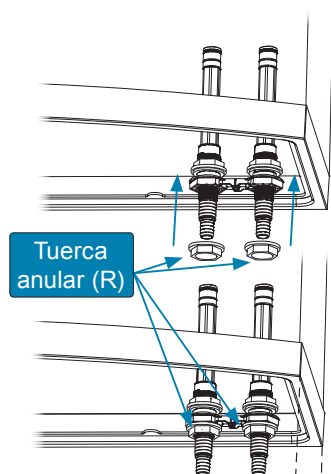
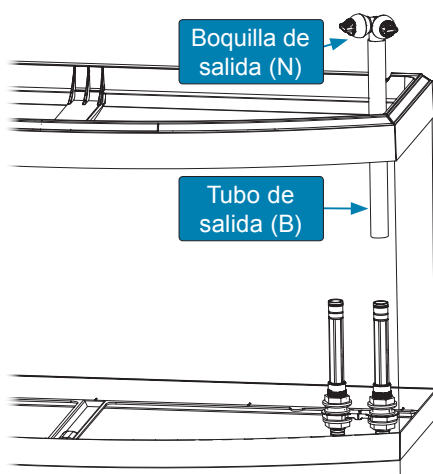

Fig. 3
Fig. 4
- Abra el pedestal. Enrosque y ajuste la tuerca anular (R) en el extremo inferior del tubo (A) (Fig. 3).
- Inserte la boquilla de salida (N) en uno de los extremos del tubo de salida (B).
- Inserte el tubo de salida (B) en el tubo de conexión (A) (Fig. 4)
- Regule la altura de las boquillas de salida según sea necesario deslizando el tubo de salida (B) a lo largo del tubo de conexión (A).
3. Abra el pedestal. Enrosque y apriete la tuerca anular (R) en el extremo inferior del segundo tubo (A) (Fig. 3).